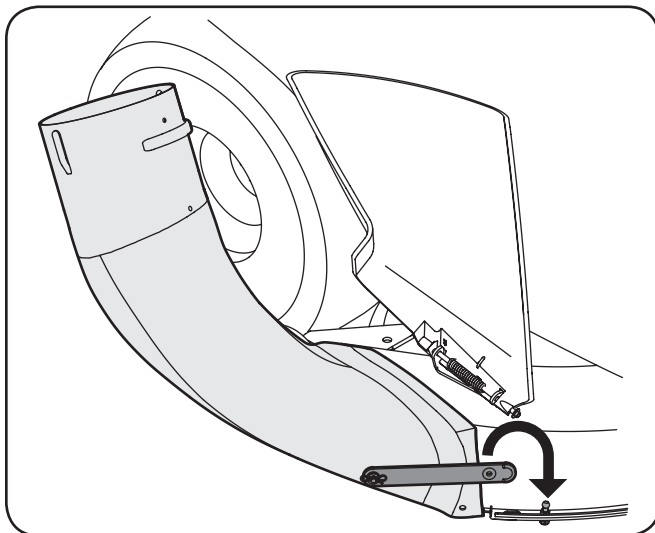

Figure 4-23
12. Fixez le coude de la goulotte de descente à la plate-forme du tracteur en accrochant la courroie de la goulotte de descente sur la goupille de queue à rotule installée plus tôt sur la plate-forme. Consultez la figure 4-23.